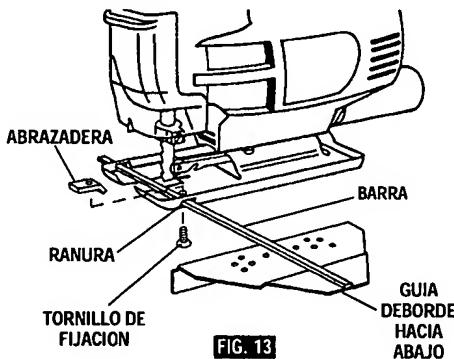

FIG. 13
Este accesorio se encuentra disponible a un costo adicional. Se utiliza para cortes recto y circular rápidos y precisos (Fig. 13).
1. Introduzca la barra del tope-guía para cortar al hilo a través de las ranuras de que está dotada la base desde cualquiera de los dos lados de la base con la guía de borde orientada hacia ABAJO (Fig. 13).